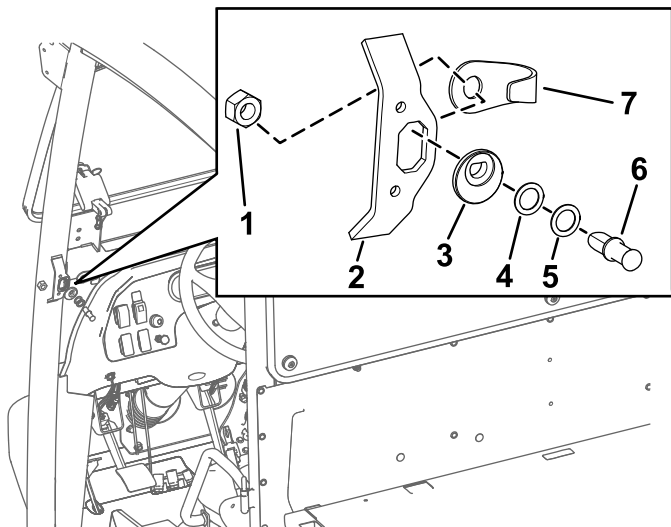

Figure 3
2. Placez la goupille de verrouillage devant l'ouverture de la gâche, à la position indiquée à la Figure 3.
3. Insérez la goupille de verrouillage (sans les rondelles pour commencer) dans la came correspondante (Figure 3).
5. Placez la goupille de verrouillage et l'écrou de blocage face à l'arrière de l'ouverture de la gâche (Figure 3).
6. Serrez l'écrou de blocage à la main sur la goupille de verrouillage (Figure 3).